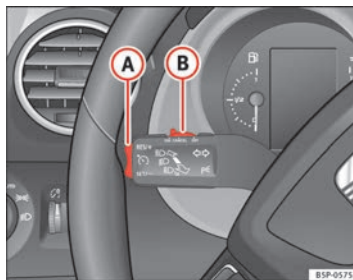

Abb. 152 Blinker- und Fernlichthebel: Schalter und Wippe für die Geschwindigkeitsregelanlage
- Drücken Sie den oberen Teil der Wippe **RES/+** ⇒ Abb. 152 **(A)**, um die Geschwindigkeit zu erhöhen. Solange Sie die Wippe gedrückt halten, beschleunigt das Fahrzeug. Sobald Sie die Wippe loslassen, wird die neue Geschwindigkeit gespeichert.
Wenn Sie die gespeicherte Geschwindigkeit durch Treten des Bremspedals verringern, wird die Geschwindigkeitsregelanlage deaktiviert. Sie können durch einmaliges Drücken des oberen Teils der Wippe **RES/+** ⇒ **Abb. 152 A** die Regelung wieder aufnehmen.